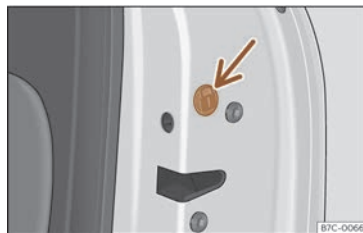

Fig. 81 Încuierea manuală a ușilor.
- Dacă este necesar, scoateți garnitura din cauciuc  din partea frontală a ușii >>> **fig. 81.**